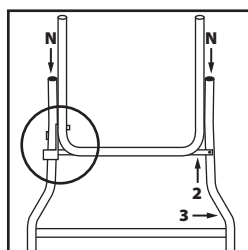

Abb. 6
- Stellen Sie sicher, dass das Bauteil **4** auf der richtigen Seite ist und dass der Riegel am Bauteil **3** den Verriegelungsstift am Bauteil **4** richtig aufnimmt **(Abb. 6).**